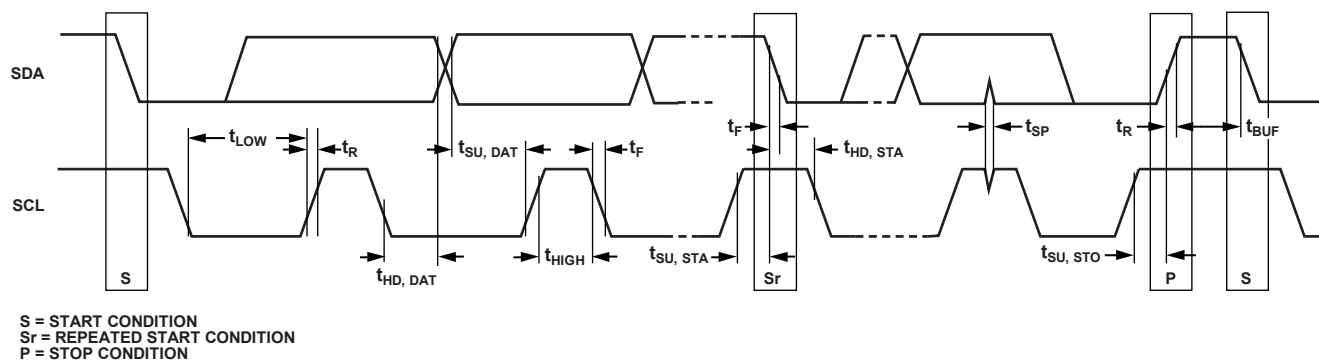

図 2. I²C のタイミング図
2. SCL の立ち下がりがエッジの不定領域をブリッジするため、マスター・デバイスは、SDA 信号に対して最小 300ns のホールド・タイムを保証する必要があります（図 2 参照）。